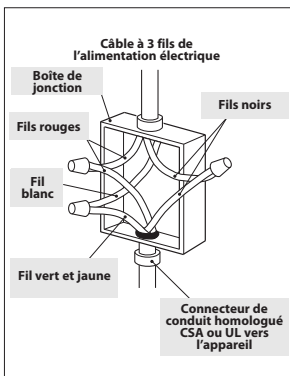

Fig. 3 Raccordement électrique à un système électrique à trois fils
- 7a Connectez le câble vert de la plaque de cuisson au fil blanc (neutre) de la boîte de jonction (Fig. 3).
- 7b Raccordez le fil blanc (neutre) dans la boîte de jonction (Fig. 3).